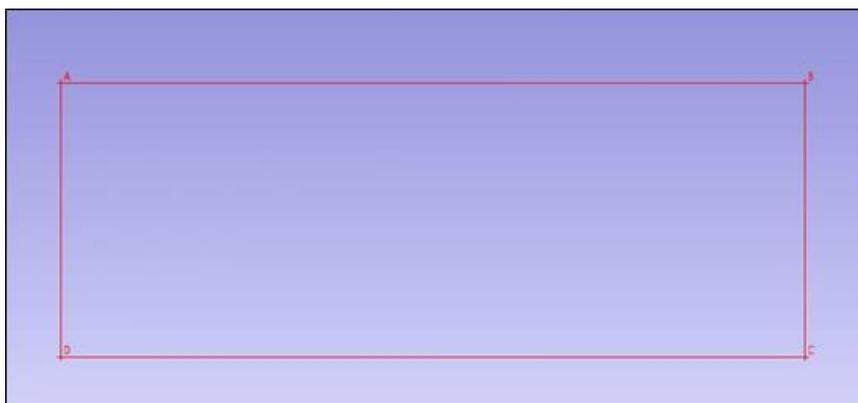

Рис. 4.5. Созданный контур
10.5. Для отображения имени точки в области моделирования зайдите в Главное меню **Вид/Отображение названий** и выберите команду **Названия точек контура**. Результат построения должен соответствовать (рис. 4.5).